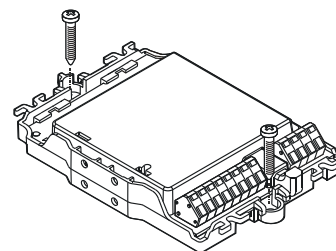

Fig. 2
- On a plane surface (Fig. 2)
5. Use two M3 x 12 screws to fit the module in the housing (Fig. 2).
1. Secure input module with two screws on a plane surface (Fig. 2).
- Auf einer planen Oberfläche (Fig. 2)
5. Montieren Sie den Baustein mit zwei Schrauben M3 x 12 im Gehäuse (Fig. 2).
1. Befestigen Sie den Eingabebaustein mit zwei Schrauben auf einer planen Oberfläche (Fig. 2).
- Sur une surface plane (fig. 2)
5. Montez le module d'interface dans le boîtier avec deux vis M3 x 12 (fig.2).